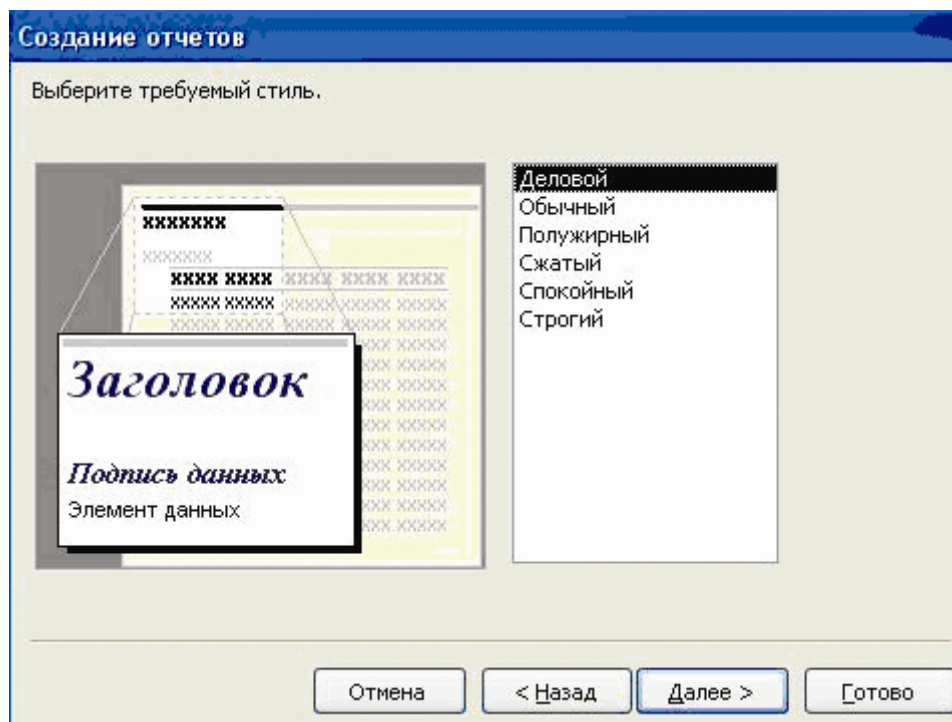

Рис. 40 – Диалоговое окно *Создание отчетов*–выбор стиля отчета
12. Выполнить щелчок левой клавишей по кнопке . На экране появится диалоговое окно выбора требуемого стиля отчета (рис. 40).